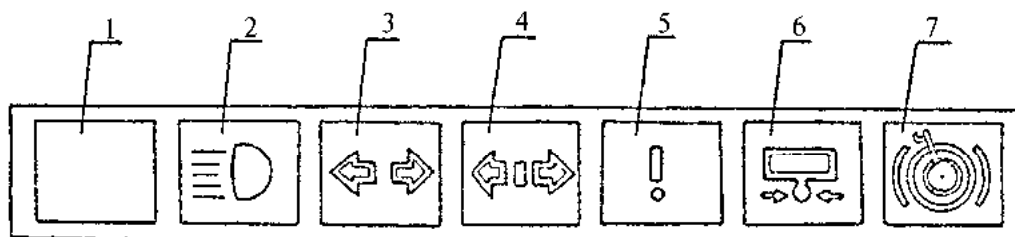

Рис. 4. Блок контрольных ламп (Блок Б)
20. Блок контрольных ламп (блок Б, рис. 4).